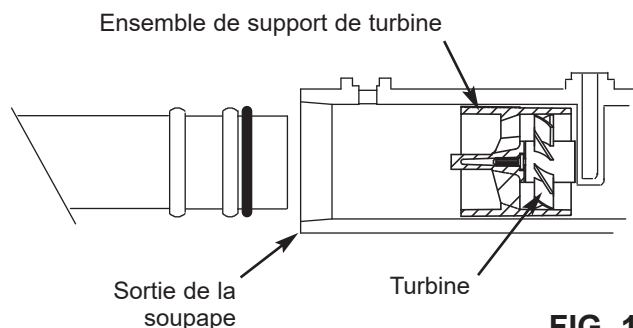

FIG. 10
- Assurez-vous que la turbine tourne librement dans l'orifice de sortie de la soupape (consultez la figure 10).